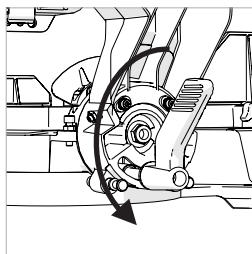

Fig. 66
- Afloje el tornillo de bloqueo del bisel usando el mango de bloqueo del bisel. (Fig. 66)